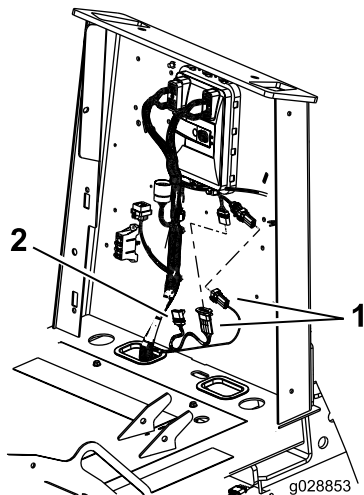

図 5
5. ハーネスのコネクタをメインハーネスに接続する 図 5。
注 使用しないコネクタが1つあります (図 5)。